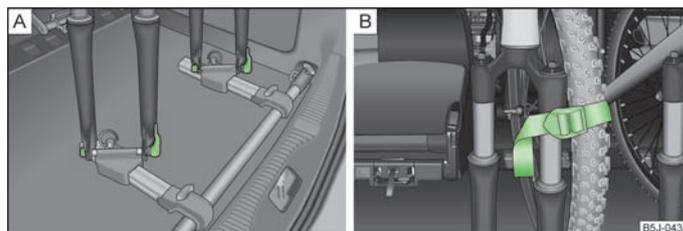

Fig. 53 Installer une bicyclette/exemple de fixation de la roue avant
- Poser la fourche de bicyclette sur l'axe de fixation et la serrer avec le tendeur rapide » fig. 53 - [A].
- Coincez la roue avant démontée de préférence entre la manivelle de la pédale gauche et le cadre de la bicyclette ; fixez-la sur la fourche avant avec une sangle » fig. 53 - [B] ou sur un point de fixation.